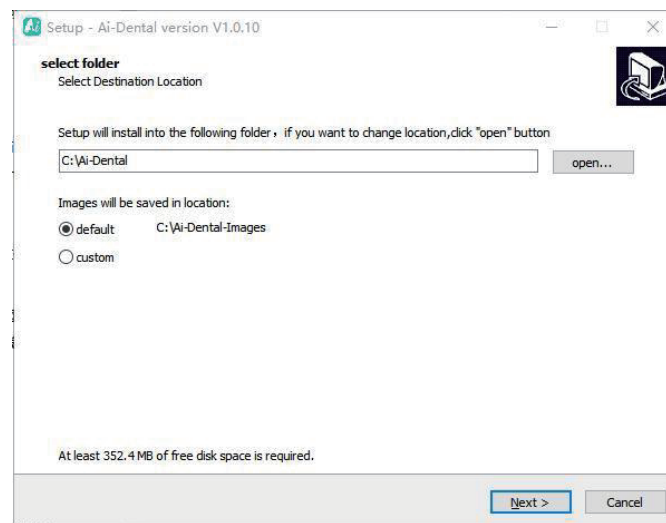

Figure 4
3.1.3 Une fois le programme d'installation lancé, cliquez sur le bouton "Browse" pour sélectionner le chemin d'installation. Une fois le chemin sélectionné, cliquez sur le bouton "Next" (Suivant), comme le montre la Figure 4 :